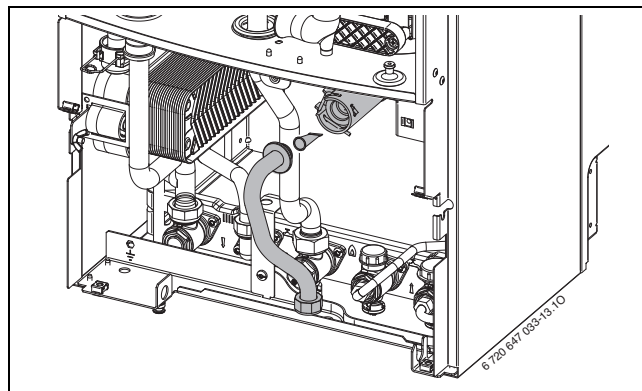

Fig. 66
- ▶ Contrôler l'encrassement du filtre à l'entrée eau froide sanitaire (→ fig 66).